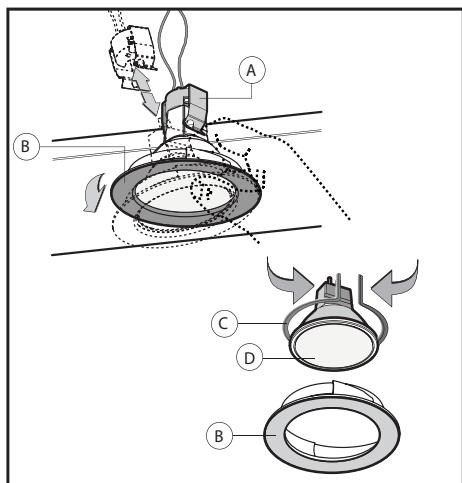

Fig.11A
• Sostituzione delle lampade alogene (Fig.11A).